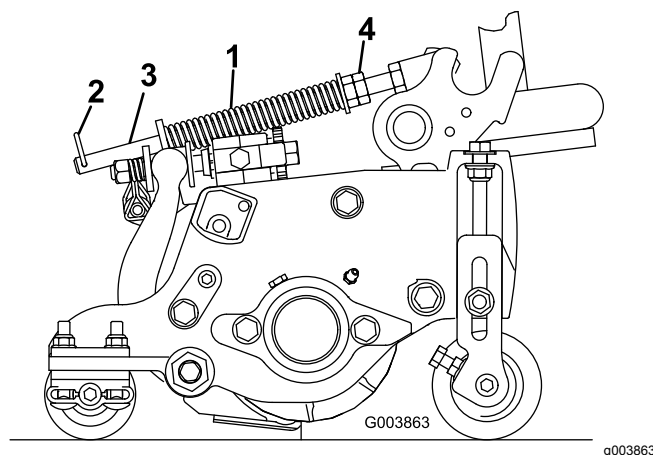

Figure 14
Le ressort de compensation transfère aussi le poids du rouleau avant au rouleau arrière (Figure 14). Cela évite la formation d'ondulations à la surface de la pelouse.
- Vérifiez que la goupille fendue est insérée dans le trou de la tige de ressort (Figure 14).
- Serrez les écrous hexagonaux sur l'extrémité avant de la tige de ressort jusqu'à ce que la longueur du ressort comprimé soit égale à 13 cm sur les unités de coupe de 13 cm ou à 16 cm sur les unités de coupe de 17 cm (Figure 14).